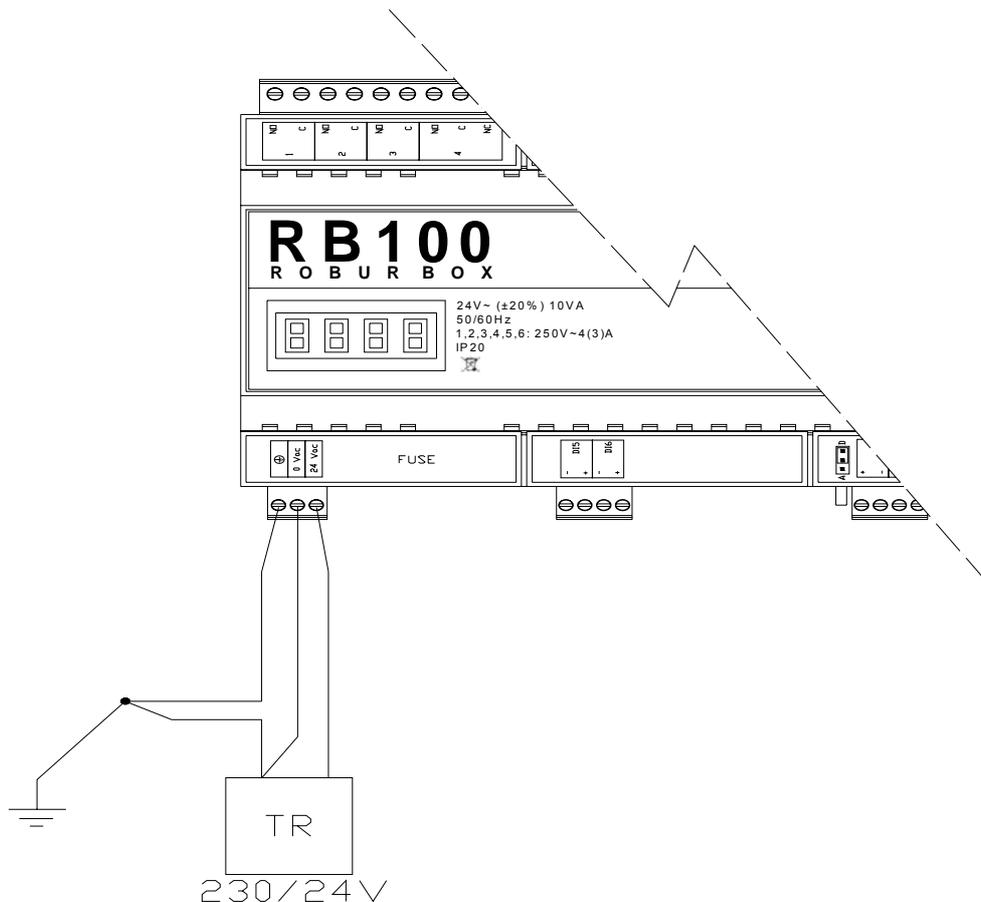

Abbildung 9 RB100 Beispiel für den Netzanschluss: Stromversorgung 24 Vac 10VA
4. Stellen Sie den Anschluss mit Drähten mit einem Mindestquerschnitt von 0,75 mm², gemäß Abbildung 9 und unter Einhaltung der Polarität her.